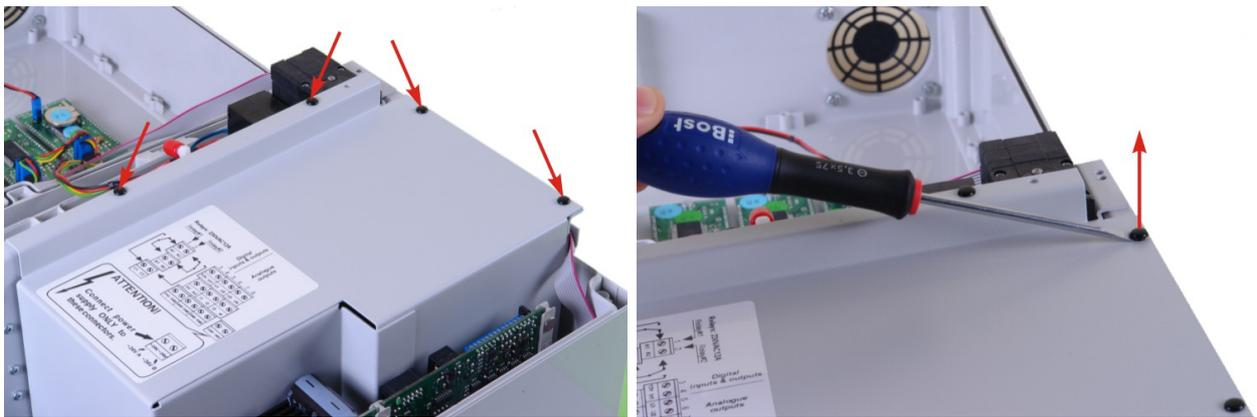
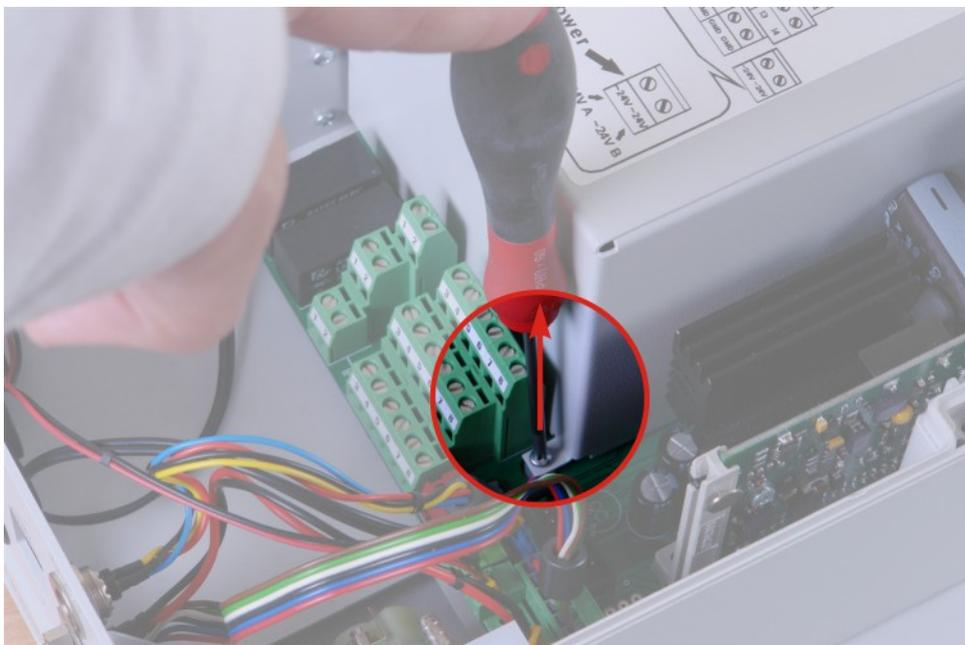

图 45. 金属外壳 - 可拆卸的铆钉的位置以及它们该被撤除的方式.
图 46. 金属外壳 - 固定螺丝的位置.
2. 套盒顶部应打开（见图 21. 片- 4.1.1 节），而且金属盖应取掉（图 45., 图 46.）